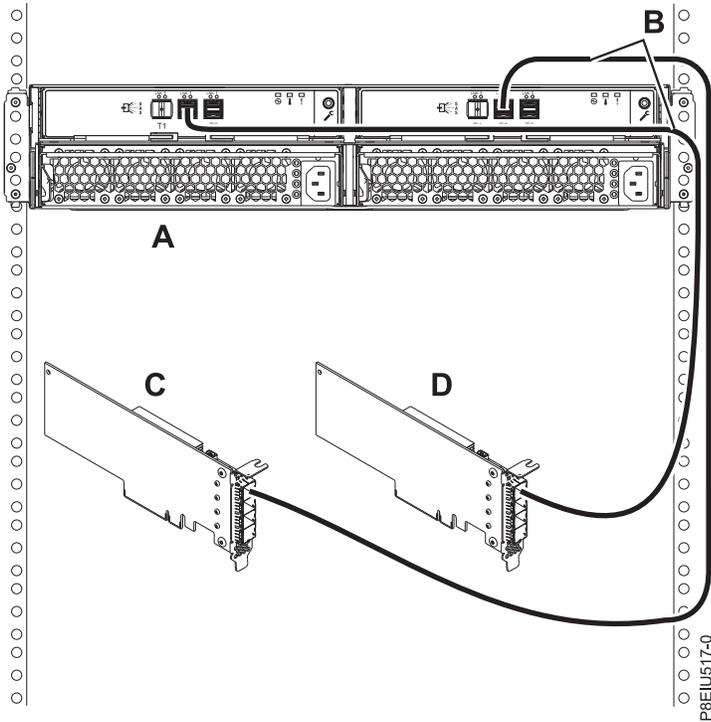

Figura 13. Conexión en la modalidad 1 de un alojamiento 5147-024 mediante dos cables AA12 u otros cables rectos a dos adaptadores
13. Lleve a cabo la conexión en la modalidad 1 de un alojamiento de almacenamiento 5147-024 **(A)** mediante dos cables AA12 u otros cables rectos **(B)** a dos adaptadores **(C, D)**, tal como se muestra en la Figura 13 en la página 16 y, a continuación, siga con “Conexión de los cables, cables de alimentación e instalación de cubiertas” en la página 24.